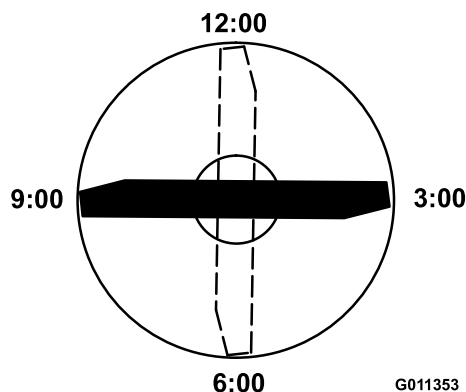

Figure 99
4. Positionnez le tranchant de l'extrémité repérée à la position 12 heures (droit devant dans la direction de la tonte) (Figure 99) et mesurez la hauteur de la surface plane au tranchant de la lame.
5. Tournez l'extrémité repérée de la lame aux positions 3 et 9 heures (Figure 99) et mesurez les hauteurs respectives.